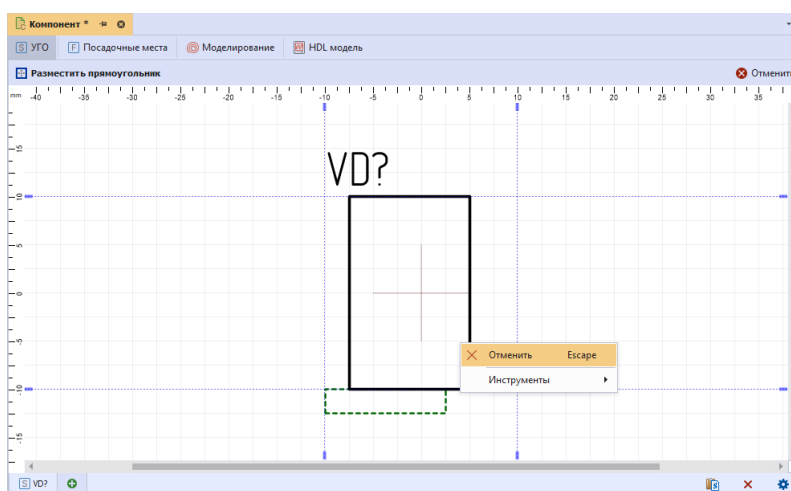

Рис. 13 Выход из инструмента "Разместить прямоугольник"
3. Инструмент «Разместить прямоугольник» остается активен и может быть использован повторно. Для выхода из инструмента нажмите клавишу «Escape» или выберите пункт «Отменить» в контекстном меню, см. Рис. 13.